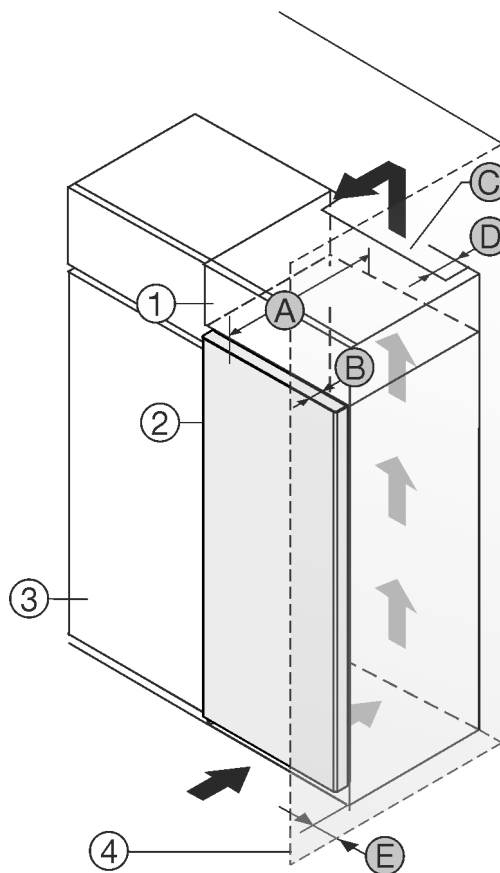

Fig. 1
- (1) Rátétszekrény \*
- (2) Berendezés \*
- (3) Konyhaszekrény \*
- (4) Fal \*
- (A) Készülék mélysége \*
- (B) Ajtó mélysége \*
- (C) Szellőzés keresztmetszete \*
- (D) Készülék hátsó oldalának távolsága \*
- (E) Távolság a készülék oldalától \*
A készülék közvetlenül a konyhaszekrény Fig. 1 (3) mellé állítható.\*
A rátétszekrény hátoldalán egy megadott mélységű Fig. 1 (D) szellőzőaknákat kell kialakítani a rátétszekrény teljes szélességében.\*
A mennyezettől alatt be kell tartani a szellőző keresztmetszetet Fig. 1 (C).\*
Ha a készüléket a zsanérjaival a fal Fig. 1 (4) mellé állítja fel, legalább 13 mm távolságot kell tartani a faltól.\*
Ahhoz, hogy az ajtót teljesen ki tudja nyitni, a készüléknek a konyhaszekrény elülső oldalához képest legalább az ajtó mélységének Fig. 1 (B) megfelelően ki kell állnia. A konyhaszekrények Fig. 1 (3) mélységétől és a fali távtartók használatától függően a készülék nagyobb mértékben is túllóghat előre felé.\*